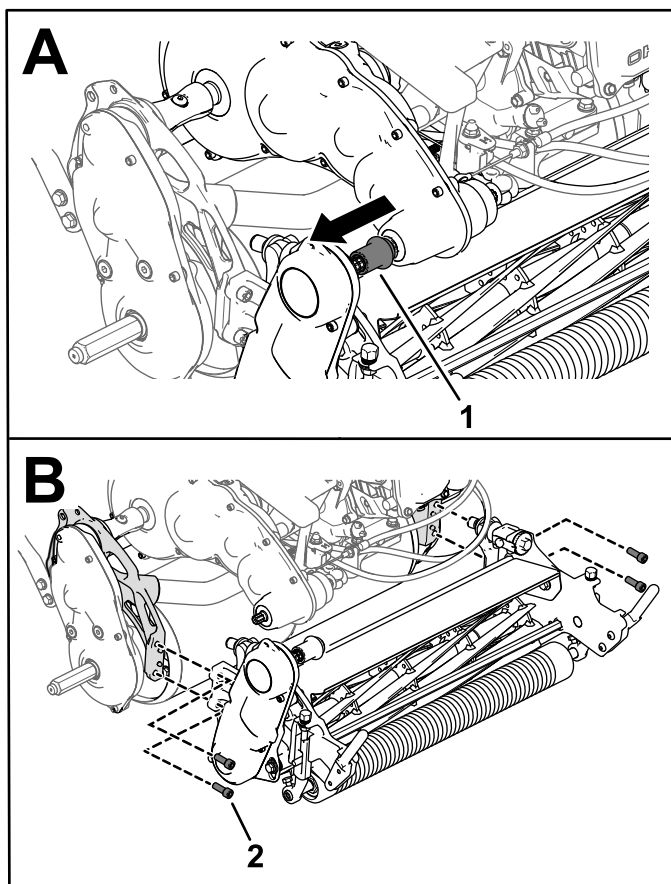

Figura 50
3. Rilasciate l'accoppiatore della trasmissione dell'apparato di taglio dall'albero di trasmissione (Figura 50).
4. Rimuovete le viti a testa incassata che fissano l'apparato di taglio al telaio (Figura 50).